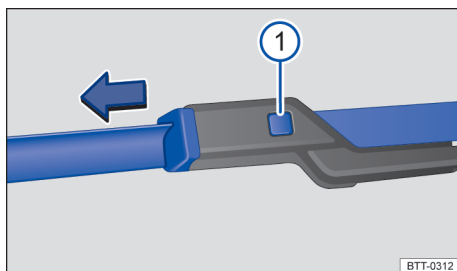

Fig. 128 Substituir as palhetas dos limpadores do para-brisa.
- Manter o botão de destravamento → Fig. 128 ① pressionado e, ao mesmo tempo, retirar a palheta do limpador do para-brisa no sentido da seta.